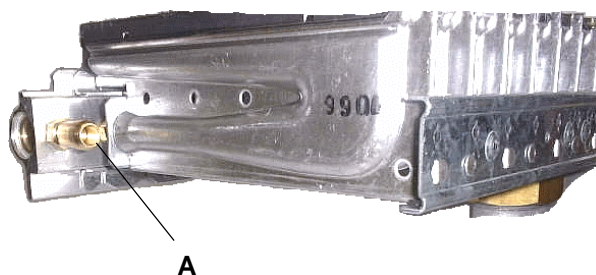

Fig. 4
- Desapertar o parafuso de vedação A (fig. 4) e ligar o manómetro para medição da pressão do queimador.